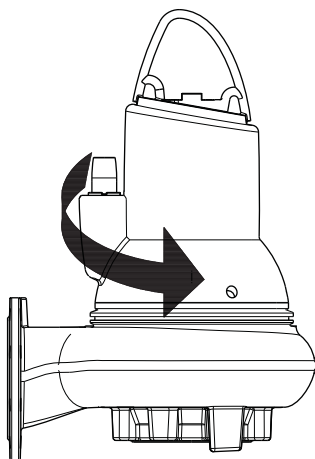

Рис. 15 Направление рывка
2. Включить и тут же отключить насос, следя при этом за направлением действия крутящего момента (за направлением рывка) насоса. Если насос подключен правильно, рабочее колесо будет вращаться по часовой стрелке, т.е. рывок будет против часовой стрелки. См. рис. 15.